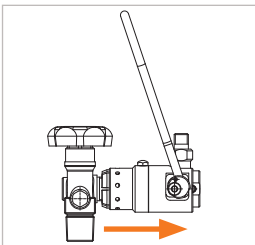

Abbildung 13
- ▶ Ziehen Sie den Adapter **gerade** nach hinten ab (Abbildung 13). Dadurch wird eine Beschädigung der Frontdichtung durch eventuell scharfe Kanten am Flaschenventil vorgebeugt.